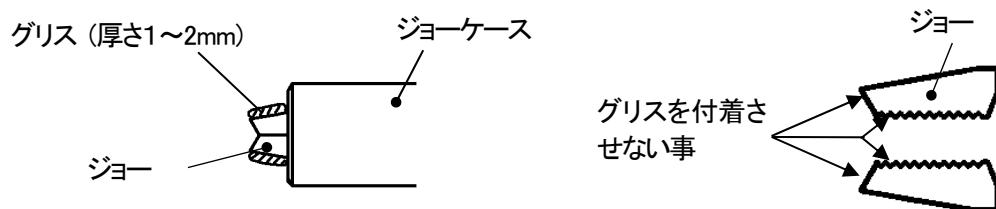

図 7-4
⑥ジョーケースにジョーを組み付けてください。グリスをジョーケースより突き出したジョーのテープ面にも同様に塗布してください。(図 7-4)